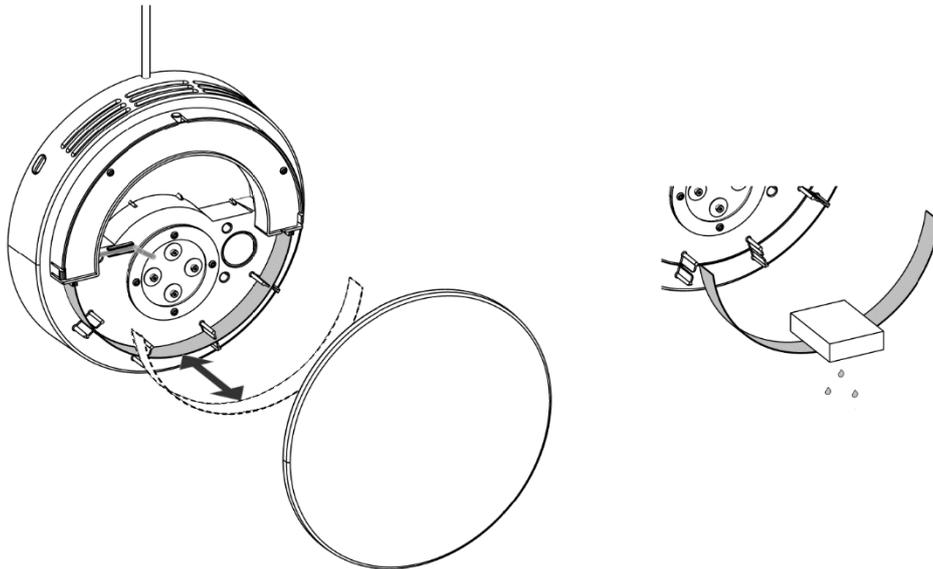

Figure 18 - Nettoyez le filtre grossier interne.
- Détachez le couvercle intérieur. Retirez le filtre grossier et nettoyez-le soigneusement avec une éponge ou un chiffon humide (voir Figure 18 ci-dessous). Utilisez de l'eau ou un mélange d'eau et de savon universel.